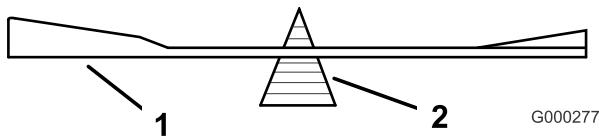
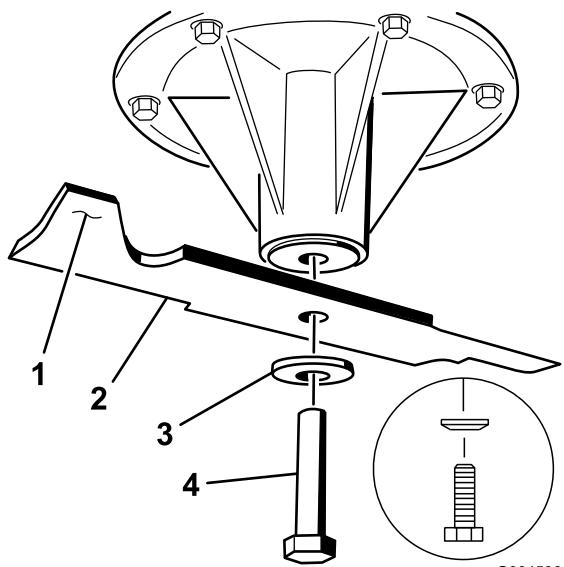

Figura 87
Figura 88
2. Retire del eje el perno de la cuchilla, la arandela curva y la cuchilla (Figura 88).
2. Verifique el equilibrio de la cuchilla colocándola sobre un equilibrador de cuchillas (Figura 87). Si la cuchilla se mantiene horizontal, está equilibrada y puede utilizarse. Si la cuchilla no está equilibrada, rebaje algo el metal en la parte de la vela solamente (Figura 88). Repita este procedimiento hasta que la cuchilla esté equilibrada.
- Instale la cuchilla en el eje (Figura 88).
- Instale la arandela curva y el perno de la cuchilla. El cono de la arandela curva debe estar orientado hacia la cabeza del perno (Figura 88).